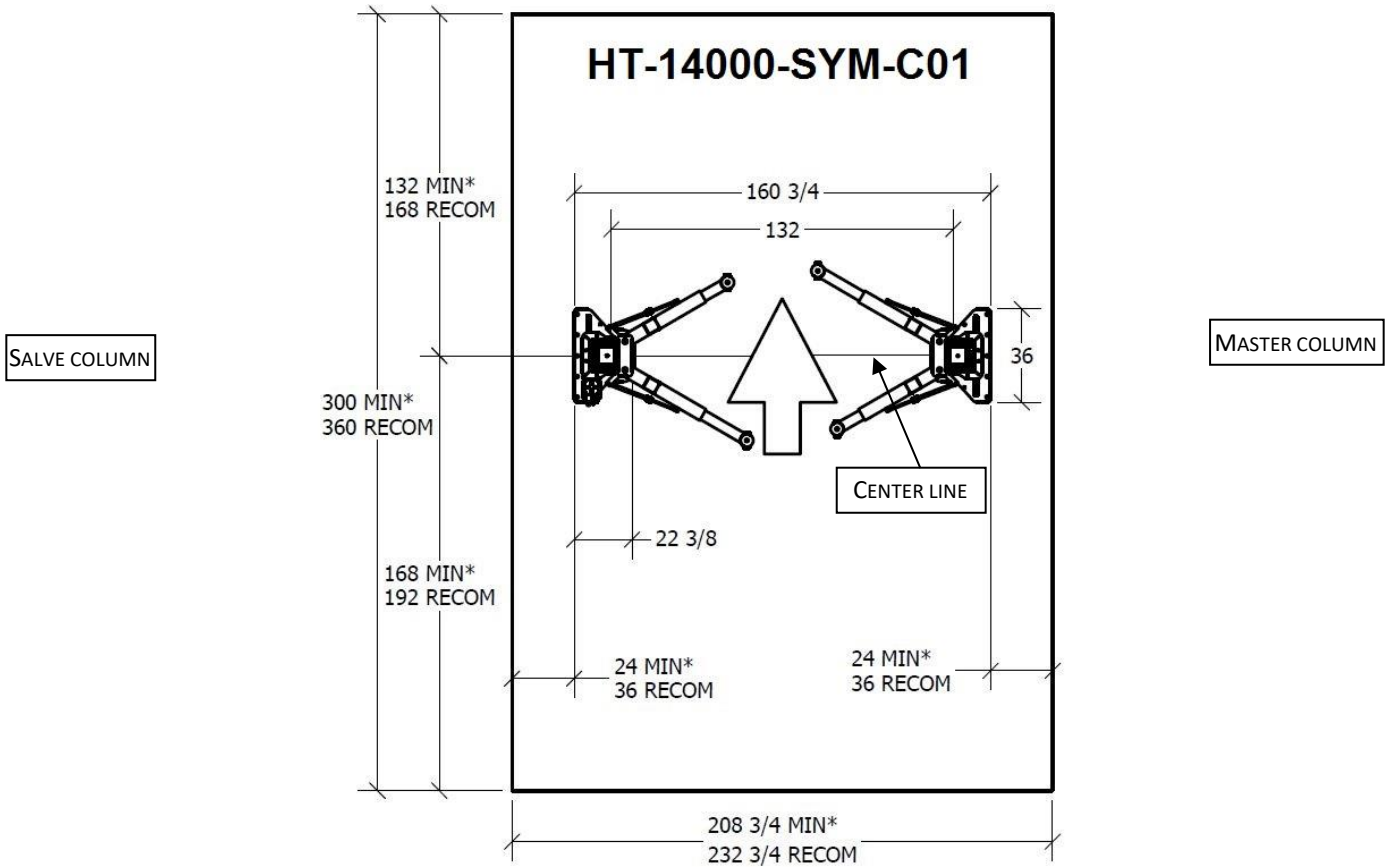

FIGURE 5 : MINIMUM AND RECOMMENDED BAY DIMENSIONS
2. **LOCATION OF THE GIROLIFT :** ACCORDING TO THE RECOMMENDED MEASURES OF **FIGURE 5**, MARK ON THE FLOOR THE GIROLIFT INSTALLATION SITE AND THE CENTER LINE.